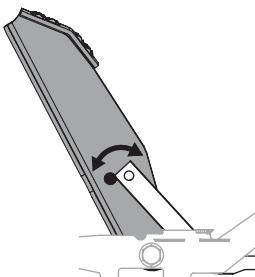

Figura 34
3. Ubique el pedal en la posición óptima según las preferencias del operador (Figura 34).